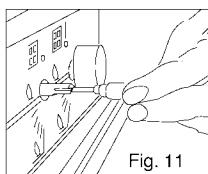

Fig. 11
- Accendere il bruciatore e girare la manopola verso la posizione di portata minima \blacktriangle ; togliere la manopola del rubinetto. Inserire un cacciavite piccolo nell'asta del rubinetto (fig. 11).